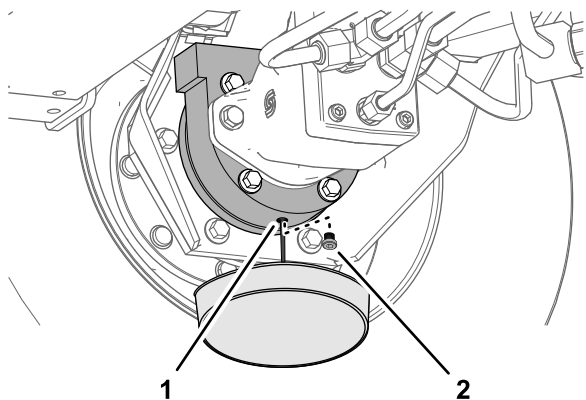

Рисунок 129
6. Подставьте сливной поддон под корпус тормоза, снимите пробку сливного отверстия и дайте маслу полностью стечь (Рисунок 129).